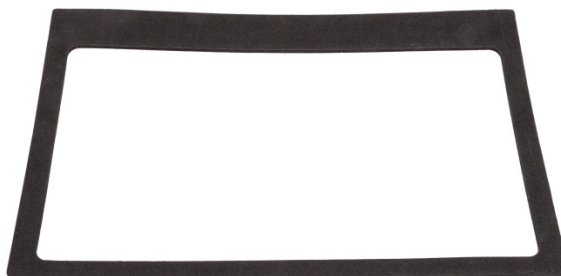

Figura 2-9: Gaxeta do Painel Frontal
3. Localize a gaxeta de montagem em painel frontal (Figura 2-9) incluída com o terminal e remova o papel de proteção para expor o adesivo. Cole na gaxeta na parte posterior do painel frontal do terminal garantindo que a gaxeta fique nivelada e espaçada de modo uniforme em todos os lados: